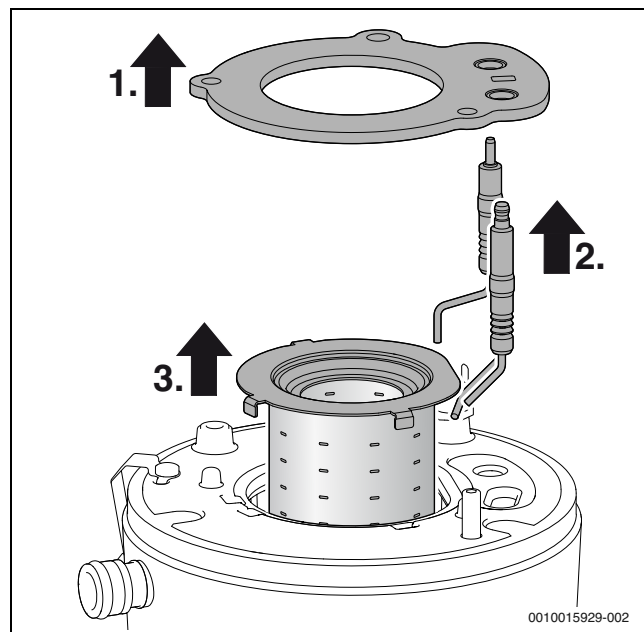

Fig. 46 Estrazione del bruciatore
- Ad ogni apertura del bruciatore sostituire la guarnizione del bruciatore (→ fig. 46, pos. [1]) e tutte le altre guarnizioni interessate dall'operazione. (Durata massima della guarnizione del bruciatore: 7,5 anni)